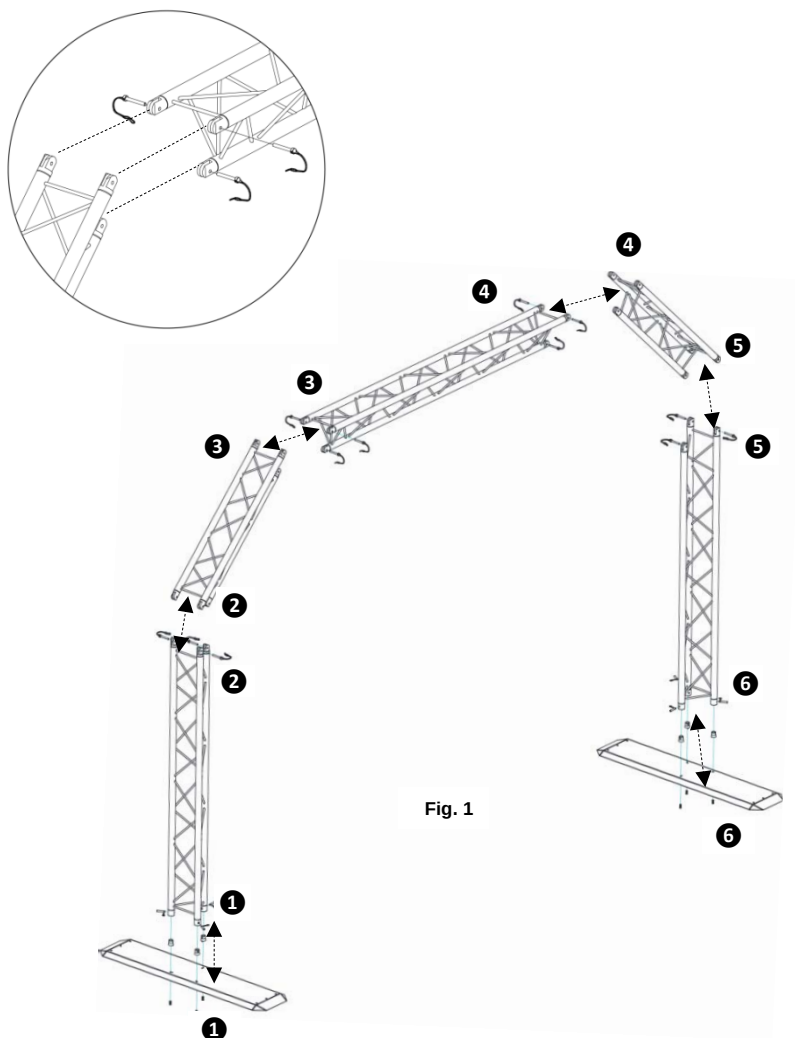

Fig. 1
4. Instale as placas da base nas extremidades do kit em forma de arco montado. (1 e 6, Fig. 1)